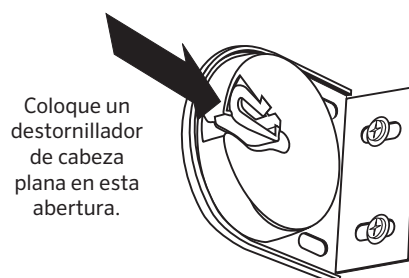

Fig. 2
a. Coloque un destornillador de cabeza plana en la abertura y presione suavemente para liberar el tubo de las abrazaderas. (Fig. 2)
a. Coloque el bucle abierto de la manivela (Fig. 1) en el bucle del parasol (Fig. 2).